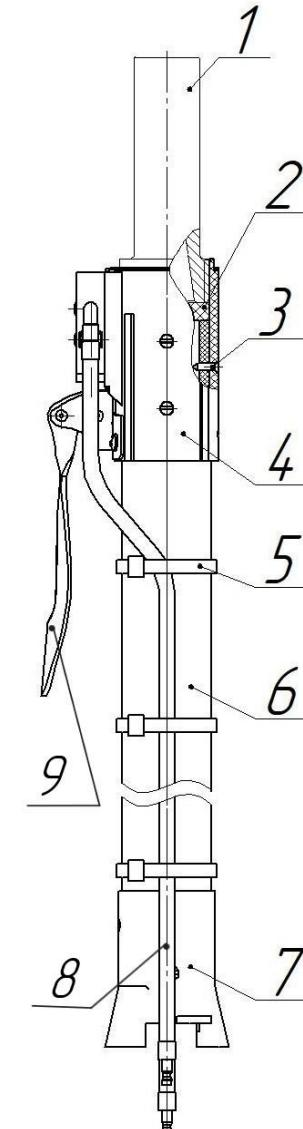
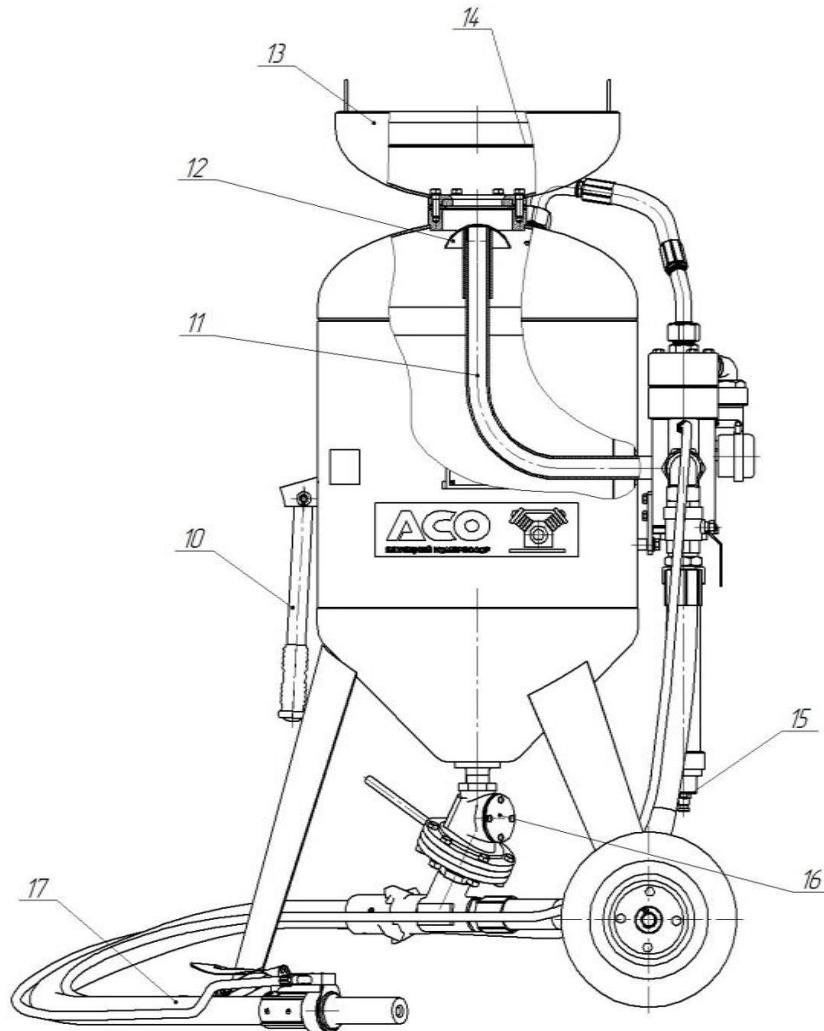
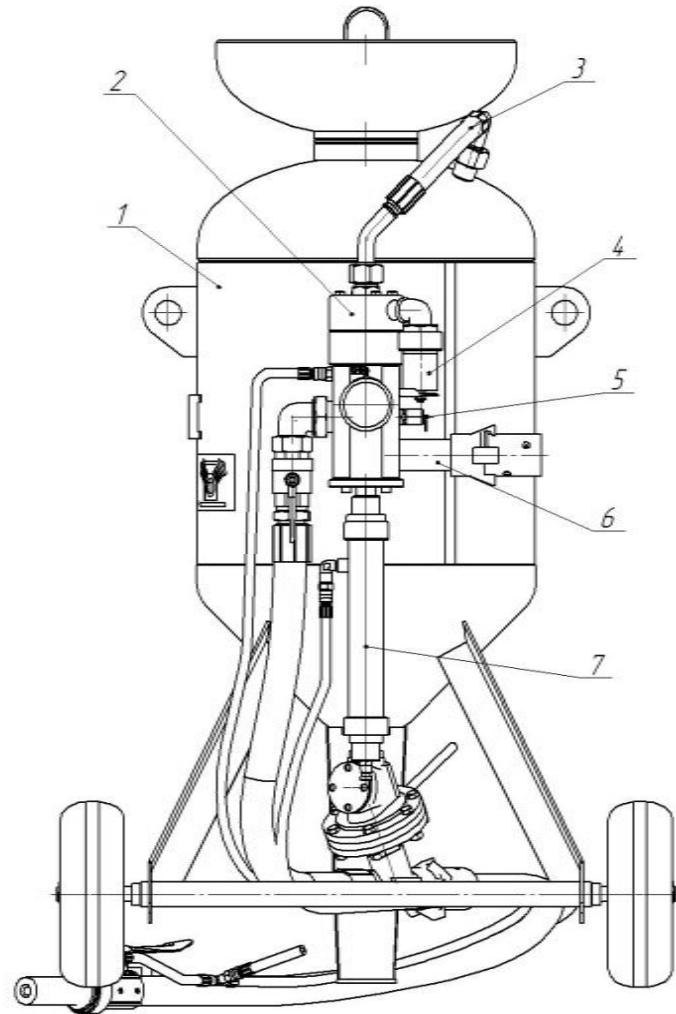

Рисунок 4. Напорный рукав Dy25\ Dy32.
Рисунок 2. Аппарат струйной очистки АСО-100М.
Рисунок 1. Аппарат струйной очистки АСО-100М.
3.1 Аппарат, (рис.1, 2) состоит из следующих основных узлов: ресивер 1, загрузочный бункер 13, блок управления 2, дозатор 16, рукав напорный 17.,
4.1 Аппарат, (рис.1, 2) представляет собой устройство, состоящее из ресивера 1, образующего рабочую камеру аппарата, загрузочного бункера 13 с сеткой 14, дозатора абразива 16, напорного рукава 17 и блока управления 2, обеспечивающего функциональное назначение аппарата.
**ВНИМАНИЕ:** Ежесменно, по окончании работы, необходимо слить воду из фильтра очистки воздуха 7 (рис. 1,2) через пробку сливную 15, находящуюся на днище фильтра.
- 6.10 При незагруженном ресивере подать сжатый воздух в аппарат через патрубок 6 (рис.1), нажимая на ручку 9 (рис.4) пневмораспределителя 10. Убедиться в надежном срабатывании поршней блока управления, клапана загрузки, герметичности соединений рукавов и трубопроводов.
- 6.11 Отпустить ручку 9 (рис.4) и убедиться, что сжатый воздух из ресивера стравился в атмосферу через глушитель 4 (рис.1) и загрузочный клапан 12 (рис.2) опустился вниз, освободив загрузочное отверстие.
7.2 Рычагом дозатора 16 (рис.2) отрегулировать количество подаваемого абразива. Перемещение рычага «влево» - увеличивает подачу абразива, «вправо» - уменьшает подачу.